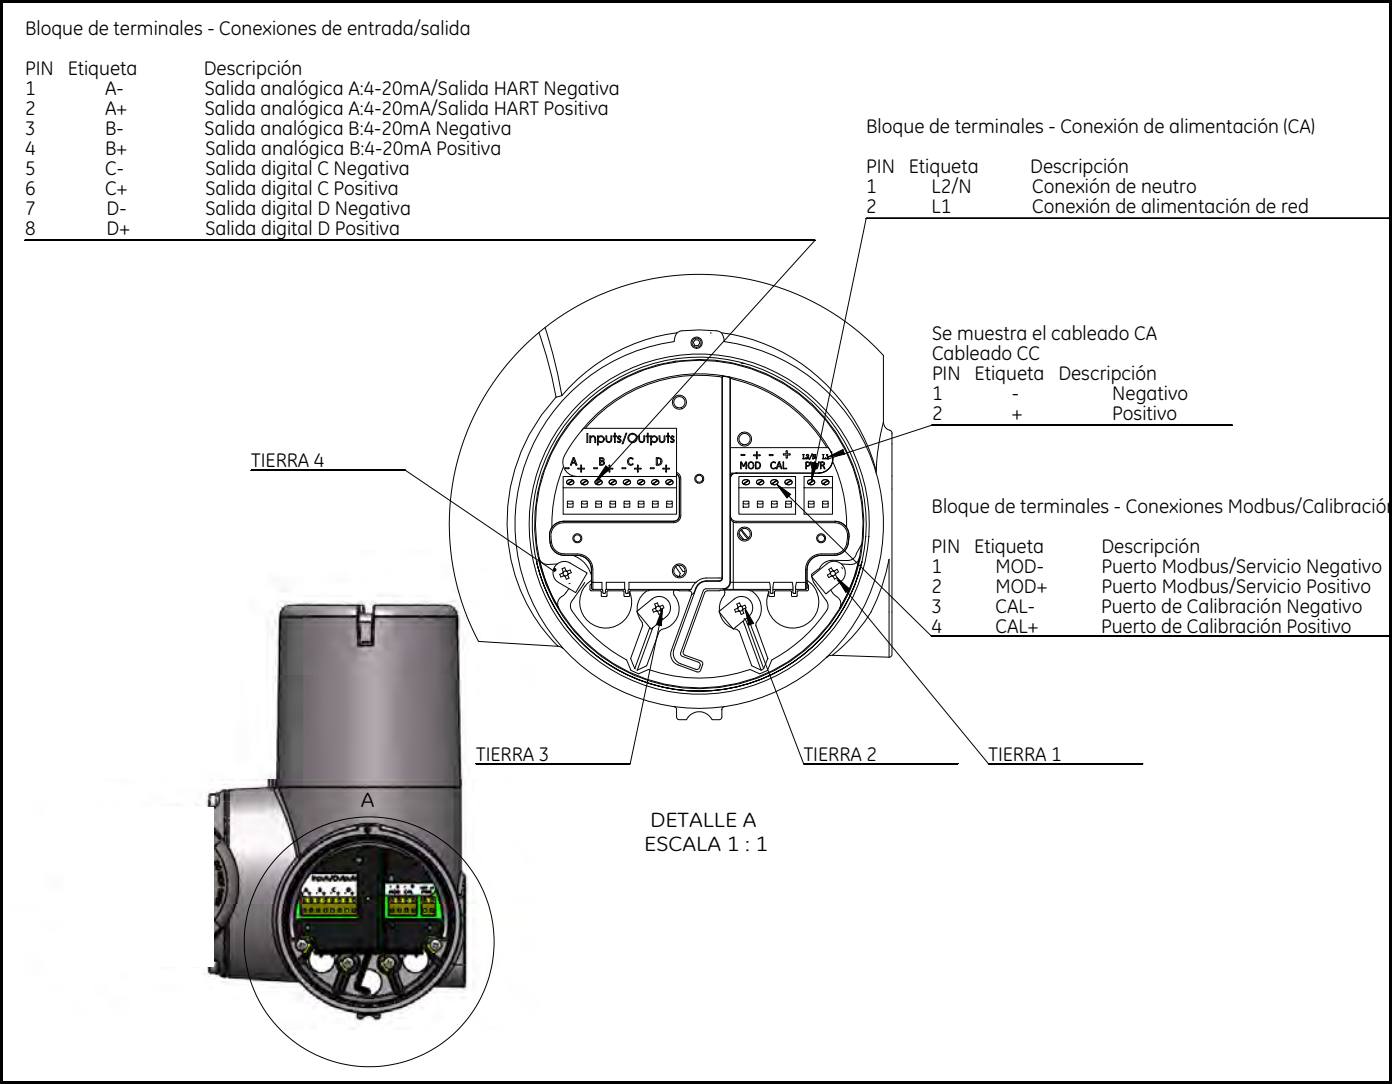
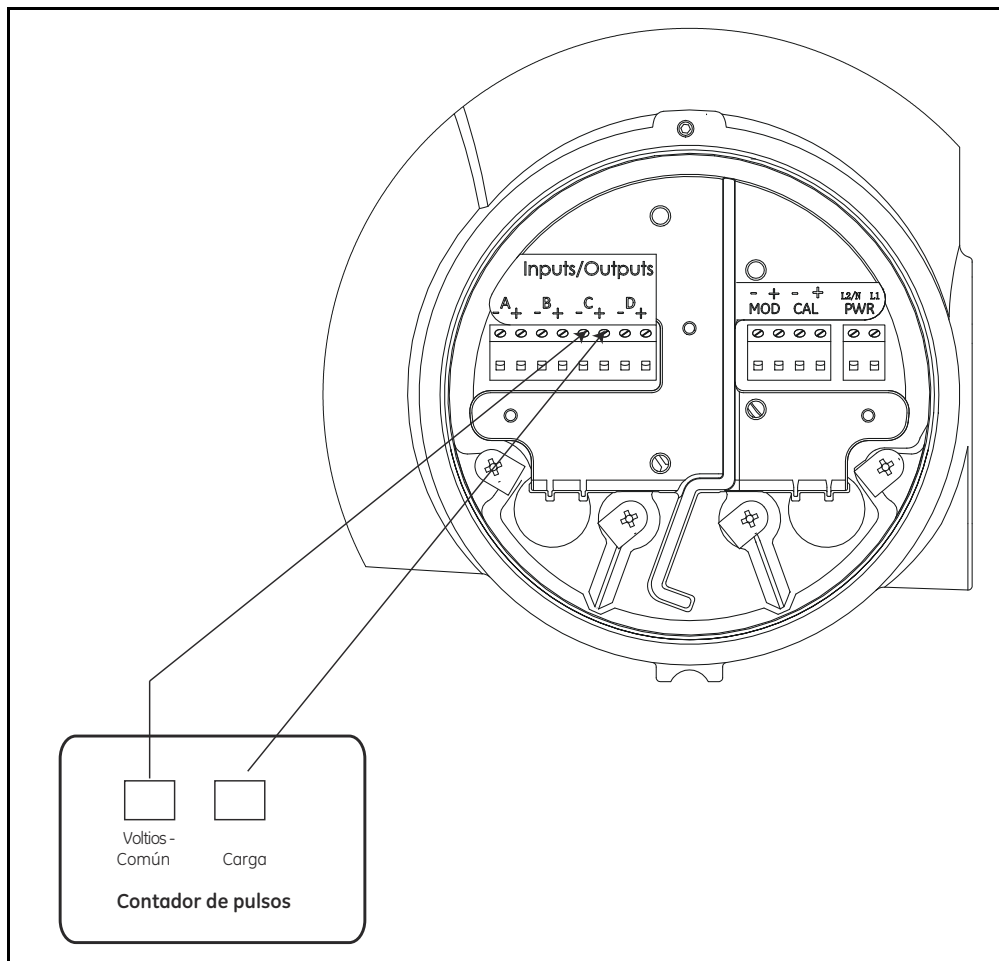
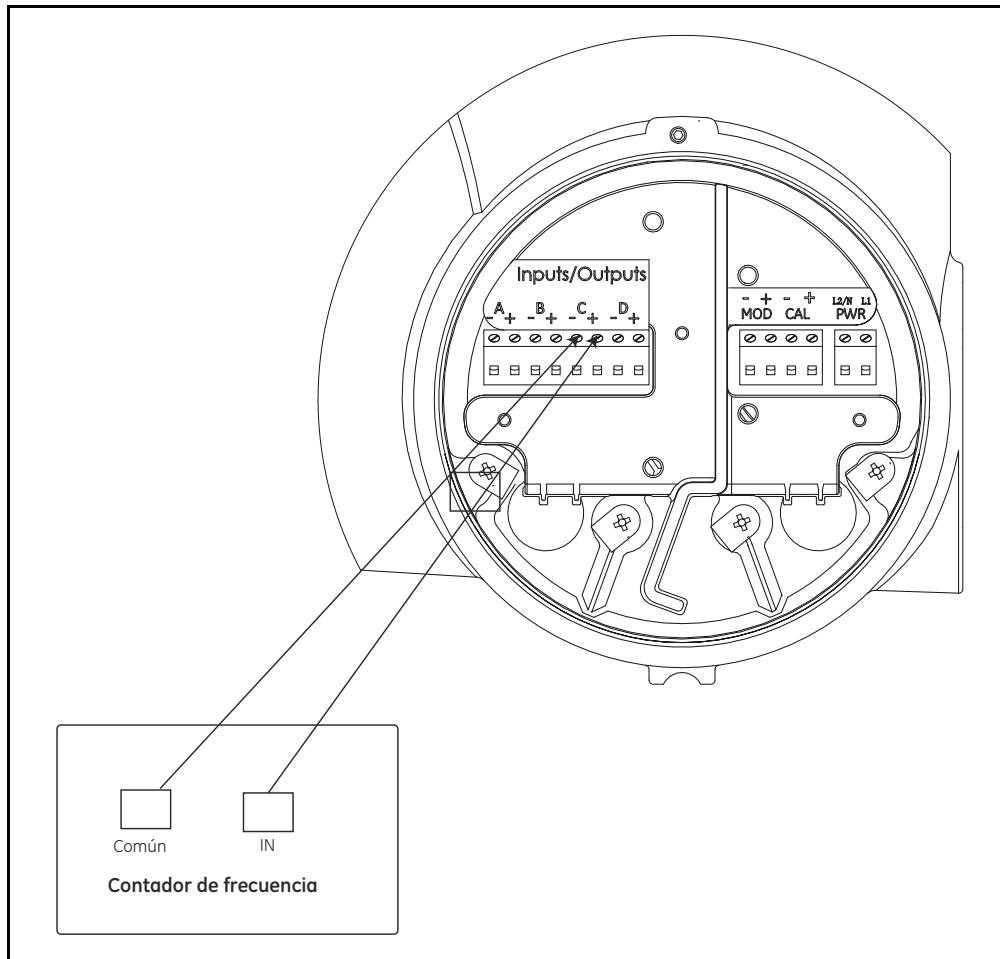
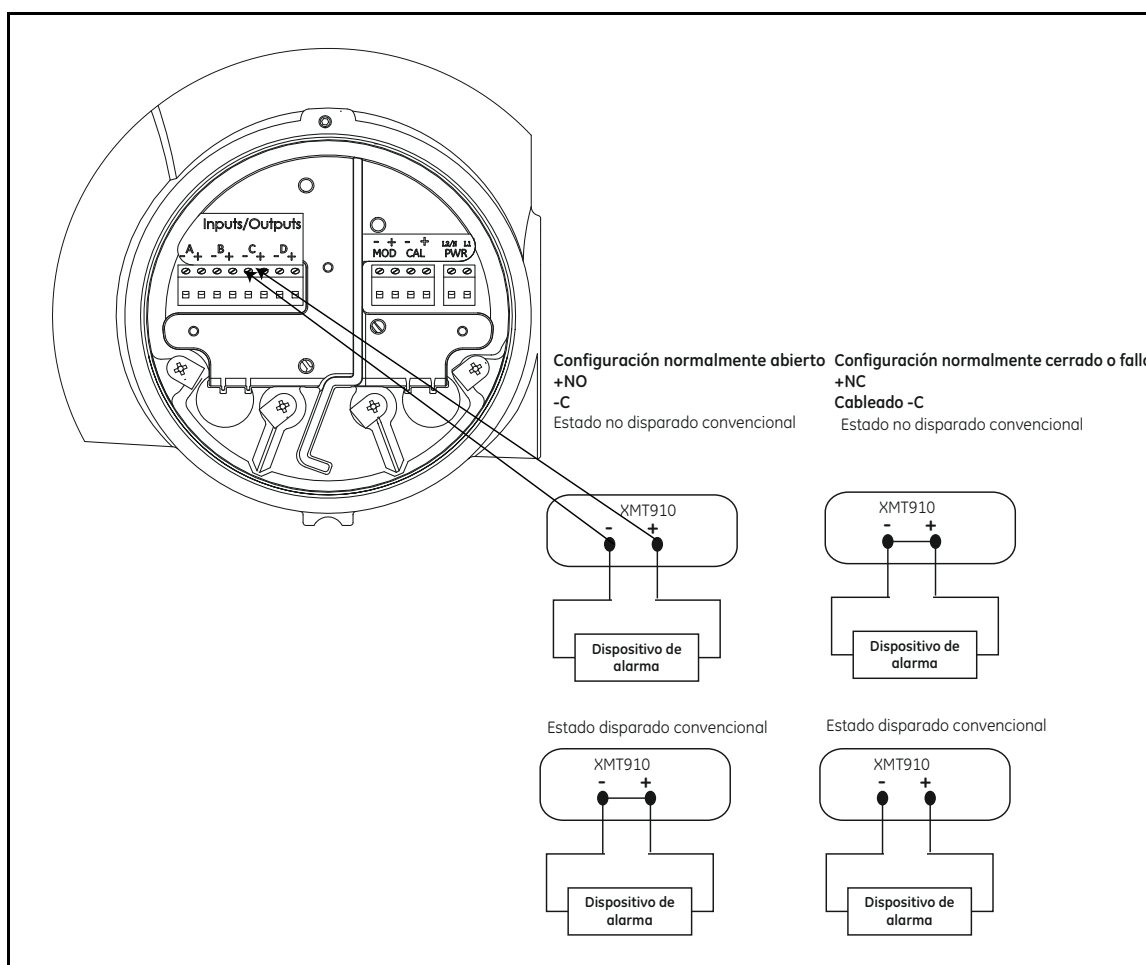

Figura 8: Diagrama de cableado
Figura 9: Cableado de una salida de totalizador (pulsos)
Figura 10: Cableado de una salida de frecuencia
Figura 11: Cableado de las salidas de alarma
Esta sección contiene instrucciones para realizar todas las conexiones eléctricas necesarias del transmisor de flujo XMT910. Consulte la *Figura 8* para ver el diagrama de cableado completo.
ADVERTENCIA Es necesario realizar una conexión a tierra adecuada del chasis del PanaFlow Z3 para evitar posibles descargas eléctricas. Consulte la *Figura 8* para ver la ubicación del tornillo de conexión a tierra del chasis. Todos los tornillos de conexión a tierra se deben apretar únicamente a mano. No los apriete en exceso. El par máximo es de 2,5 N-m (22 in-lb).
Consulte la *Figura 8 en la página 7* y prepare el XMT910 para el cableado siguiendo estos pasos:
3. Localice el bloque de terminales que se muestra en la *Figura 8 en la página 7* y conecte la tarjeta opcional como se indica en la etiqueta del interior de la tapa de cableado. Fije la abrazadera del cable.
3. Consulte la *Figura 8 en la página 7* para obtener más información sobre la ubicación del bloque de terminales y realice el cableado de la salida analógica como se muestra en la figura. Fije la abrazadera del cable.
3. Localice el bloque de terminales que se muestra en la *Figura 8 en la página 7* y conecte las salidas digitales (C y D) como se indica en la etiqueta del interior de la tapa de cableado. Fije la abrazadera del cable.
Conecte la tarjeta opcional conforme a las conexiones que se muestran en la etiqueta de la tapa posterior (consulte la *Figura 8 en la página 7*) La *Figura 9* muestra diagramas de cableado de un circuito de salida de totalizador. Consulte en el Anexo A, *Especificaciones*, los requisitos de carga y tensión.
Conecte la tarjeta opcional conforme a las conexiones que se muestran en la etiqueta de la tapa posterior (consulte la *Figura 8 en la página 7*) La *Figura 10* muestra diagramas de cableado de un circuito de salida de frecuencia. Consulte en el Anexo A, *Especificaciones*, los requisitos de carga y tensión.
Al configurar un relé de alarma, se puede programar para operaciones *convencionales* o *seguro en caso de fallos*. En el modo seguro en caso de fallos, el relé de alarma se mantiene “cerrado” (5 V CC), excepto cuando se dispara o se produce un fallo de alimentación u otra interrupción. Conecte cada relé de alarma conforme a las instrucciones de cableado que se muestran en la *Figura 11* (consulte la *Figura 8 en la página 7*). Consulte en el Anexo A, *Especificaciones*, los requisitos de carga y tensión.
Para cablear el puerto serie RS485, consulte la *Figura 8 en la página 7* y realice los pasos siguientes:
Consulte la *Figura 8 en la página 7* para localizar los bloques de terminales y conectar la alimentación de red como se indica a continuación:
3. Tienda el cable por el puerto del conducto elegido y conecte los conductores de alimentación de red al terminal de alimentación utilizando las asignaciones de número de pata que se indican en la Figura 8 en la página 7.